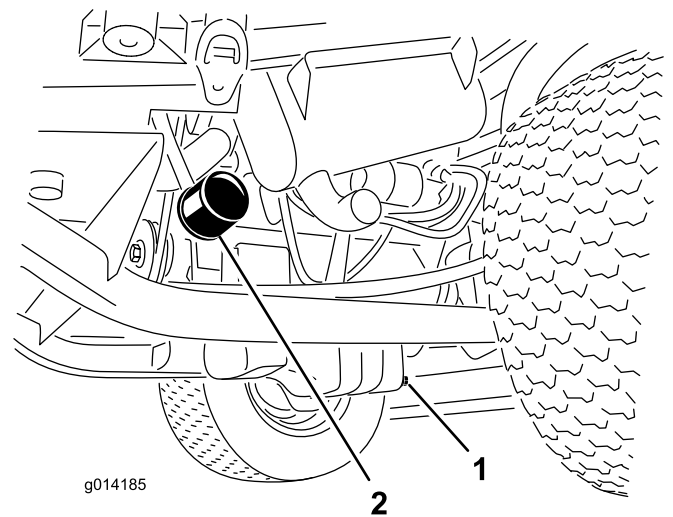

図 45
1. ドレン・プラグ（図 45）を外してオイルを容器に受ける。
3. オイルフィルタ（図 45）を外す。